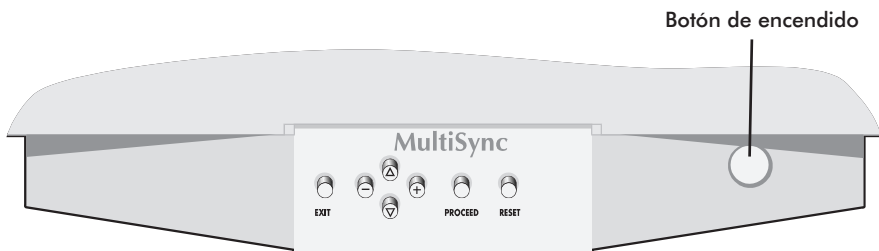

Figura D.1
5. Encienda su monitor MultiSync (Figura D.1) y su ordenador.